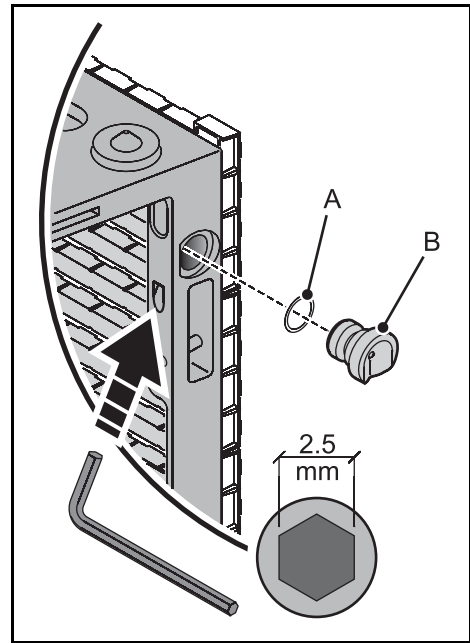

Bild 14: Entfernen der Konusse
1. Siehe Bild 14. Lösen Sie die markierten 2,5 mm Imbusschrauben und entfernen Sie die für horizontale Ausrichtung geeigneten Konusse **B** und Scheiben **A** am oberen und unteren Rand einer Seite des Moduls. Bewahren Sie die Konusse und Scheiben für spätere Wiederverwendung auf.